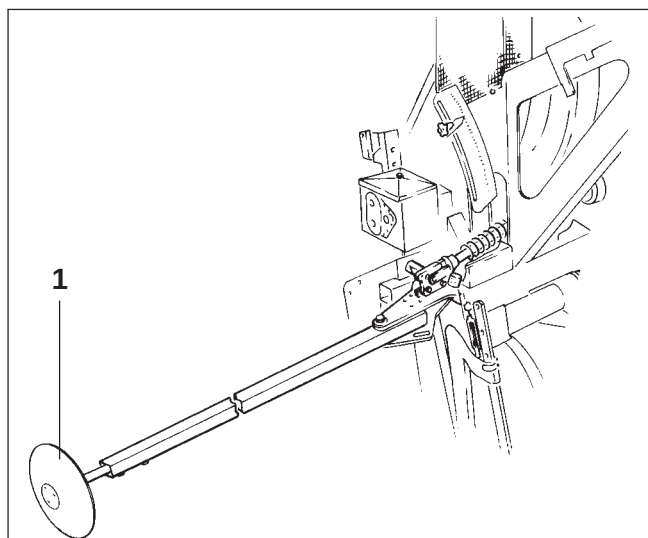
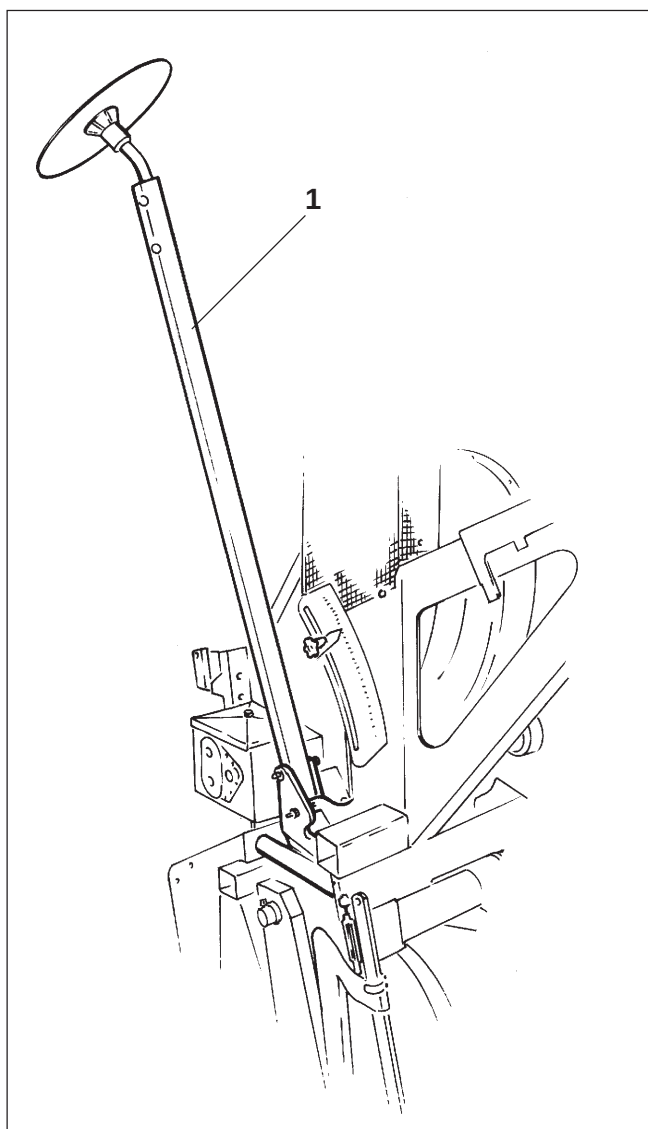

Fig. 23.1
Fig. 23.2
Le semoir est fourni avec deux traceurs (fig. 23.1) permettant de **marquer une trace dans l'axe de la voie du tracteur**. Après avoir effectué sa manoeuvre en fin de rayage, le tracteur avance dans le passage suivant en se plaçant axialement sur la trace ainsi marquée.
Après avoir manoeuvré en fin de rayage, le traceur (fig. 23.2/1) est relevé et le traceur du côté opposé est abaissé en position de travail.
- l'abaisser de sa position de transport (fig. 23.2) en position de travail (fig. 23.1) et vice-versa